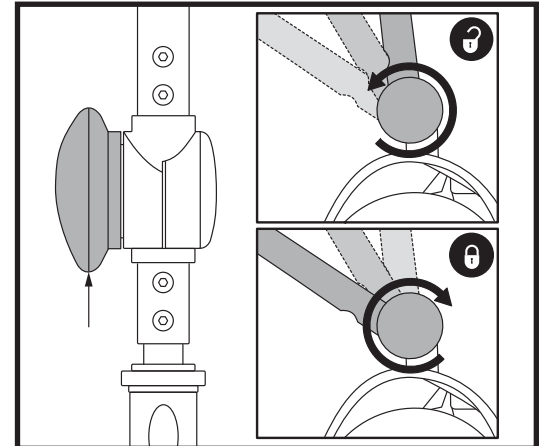

Figure 22. Réglage du guidon
## REGLAGE DE L'INCLINAISON DU GUIDON (Voir la figure 22)
1. Avec le siège et la batterie retirés (voir les procédures de démontage sur la page précédente), abaissez le guidon et serrez le bouton de réglage. **Voir la figure 22.**